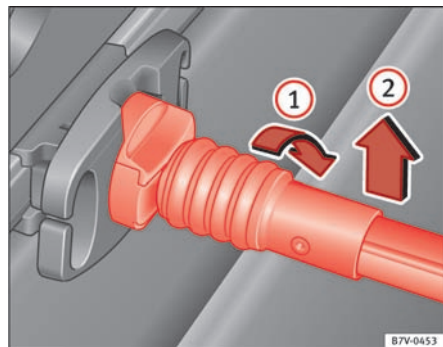

Fig. 98 Sådan hægtes hængenettet af.
- Drej stangen 90° mod højre ⇒ Fig. 98 ①, indtil den røde markering på stangen kan ses. Tag stangen opad og ud ②.